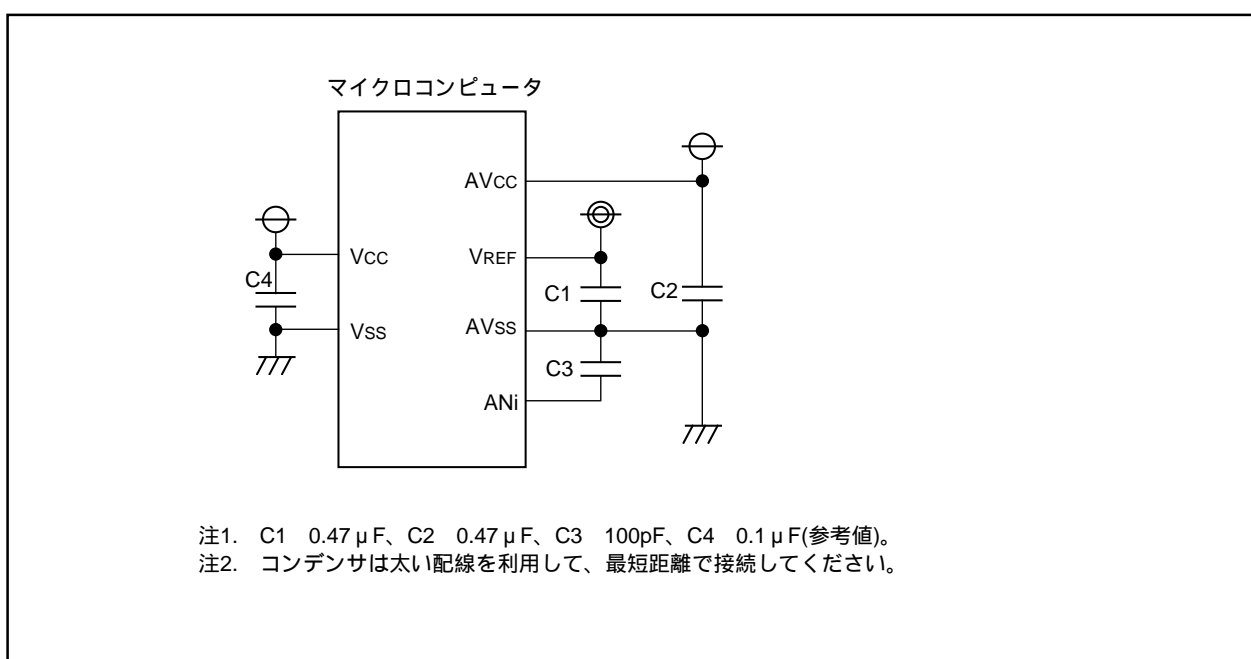

図27.2 各端子の処理例
- ・ ノイズによる誤動作やラッチアップの防止、また変換誤差を低減するため、AVCC端子、VREF端子、アナログ入力端子(ANjk (j=なし, 0, 2, 15、k=0~7))とAVSS端子の間には、それぞれコンデンサを挿入してください。同様にVCC端子とVSS端子の間にもコンデンサを挿入してください。図27.2に各端子の処理例を示します。